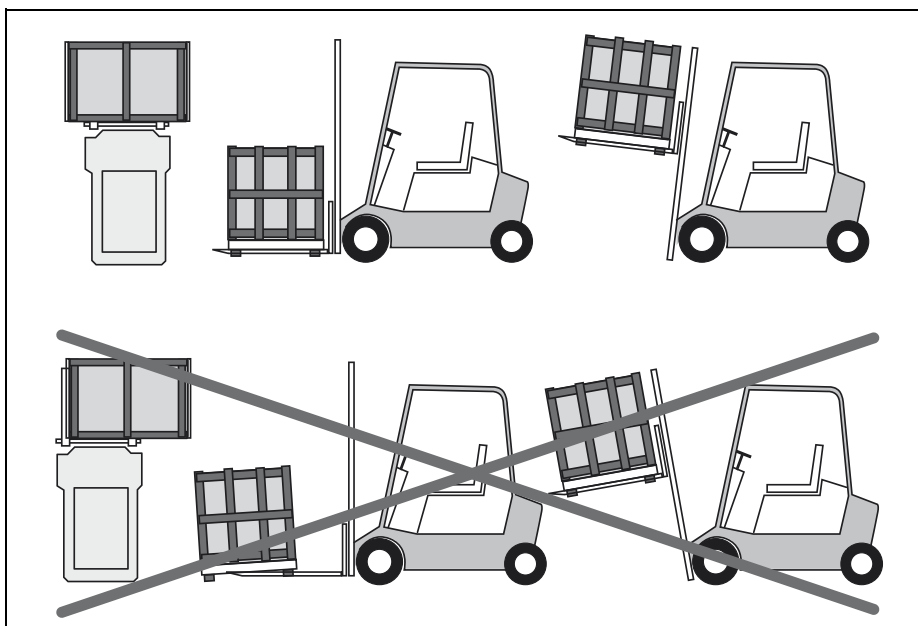

Рис.3
- Распределите массу витрины так, чтобы сохранялось равновесие в центре тяжести груза (Рис. 3).